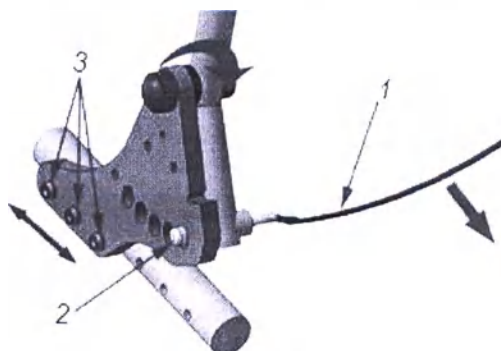

Рис.1.9
6.6 Кресло оснащено регулируемой по углу наклона и глубине спинкой. Для регулировки спинки по углу наклона необходимо потянуть за деблокирующий ремень (поз.1, рис.1.9) находящийся внизу спинки. Как только спинка будет установлена на желаемый угол наклона, отпустите ремень и зафиксируйте его в предназначенном для фиксации отверстии. Для безопасности пользования проверьте, чтобы фиксатор (поз.2, рис.1.9) выглядывал из отверстия. Для регулировки спинки по глубине установки открутите болты (поз.3, рис.1.9) отрегулируйте спинку на необходимую глубину, закрутите болты.